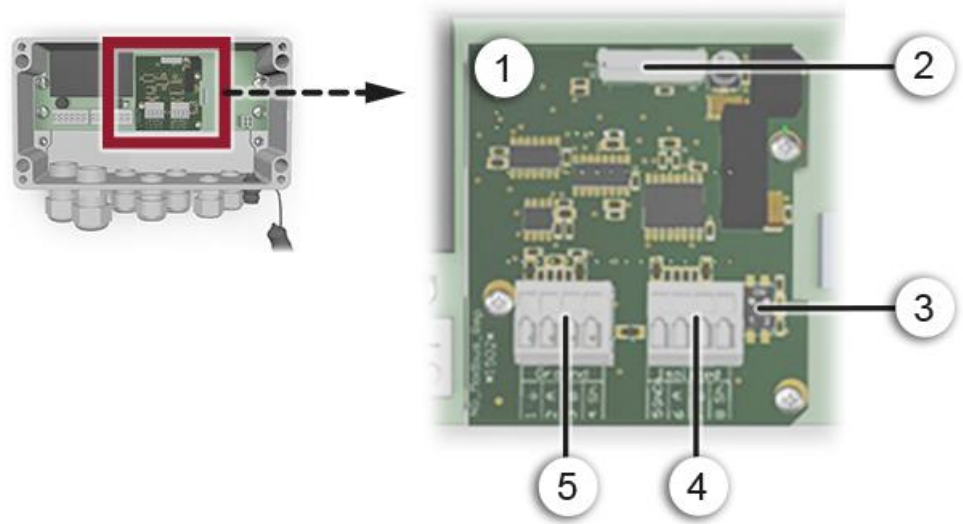

Figure 14: vue du module Modbus RTU dans le SIPORT 2
①	Interface bus (circuit imprimé de raccordement) pour Profinet IO	②	Fiche de raccordement vers le circuit SIPOINT 2
③	Port Ethernet 1	④	Port Ethernet 2
- Si le photomètre se trouve en fin de boucle, le commutateur DIL S2/1 sur le module de connexion doit être en position active ON (Figure 14**Fehler! Verweisquelle konnte nicht gefunden werden.**, pos. 3).